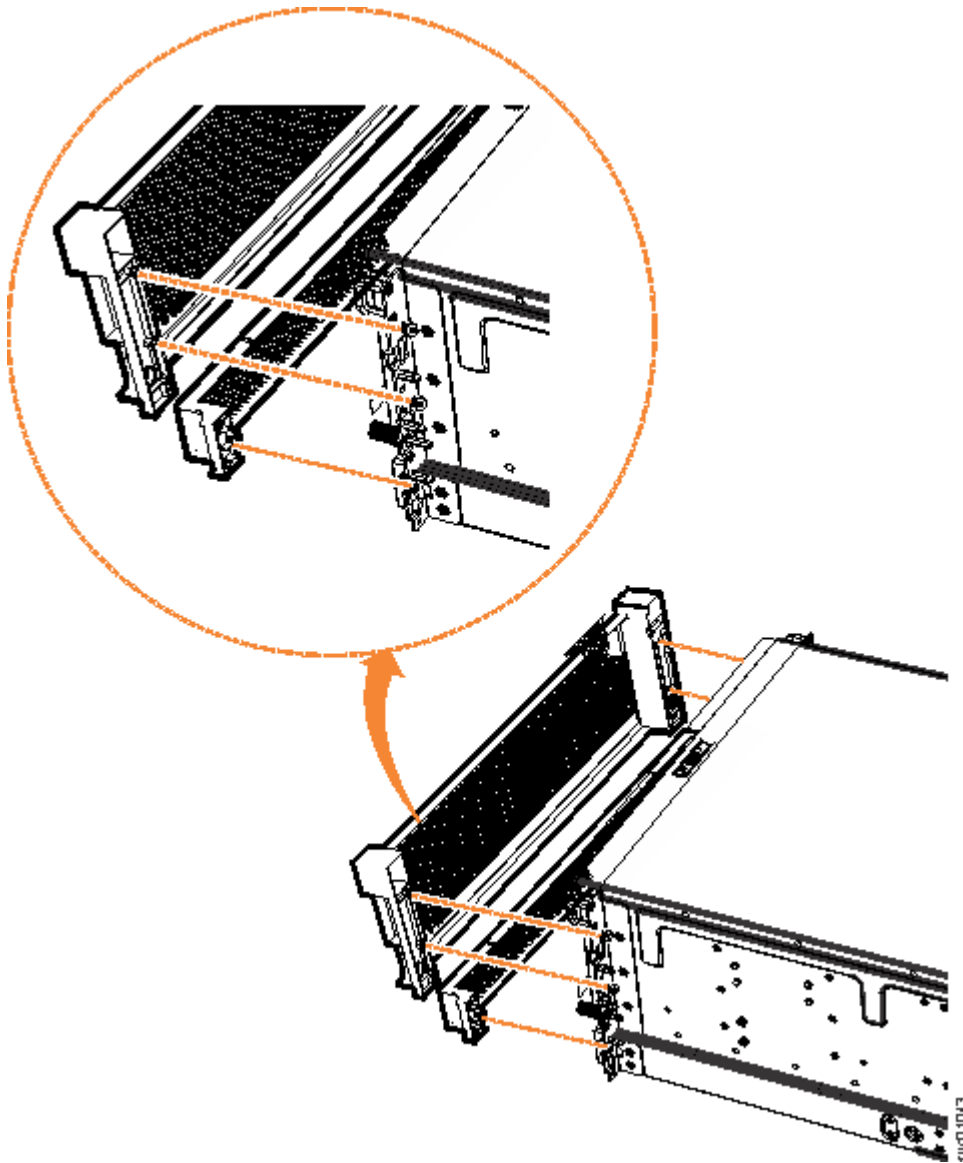

Figura 96. Remova os componentes de fachada do gabinete de expansão
2. Remova a fachada frontal removendo os dois parafusos que conectam a fachada ao flange em cada lado do chassi, conforme mostrado em Figura 96 na página 83.
3. Puxe com cuidado cada lado da fachada de PSU para removê-la do chassi, conforme mostrado em Figura 96 na página 83. A fachada da PSU se desencaixa do slot e do pino que a conectam a cada lado do chassi.